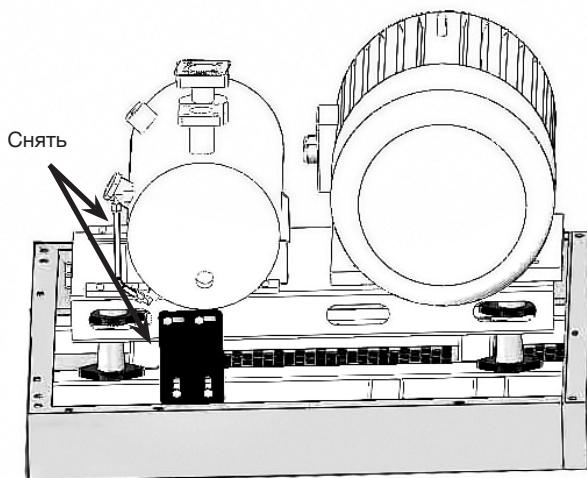

Рис. 3.1 Транспортировочные кронштейны (при наличии)
- б. Снимите два красных транспортировочных кронштейна, расположенных с каждой стороны воздушно-масляного резервуара, как показано на рис. 3.1 (при наличии).